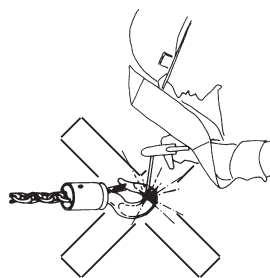

Fig. 2
- La catena di carico non deve mai essere utilizzata come massa durante operazioni di saldatura (Fig. 2);